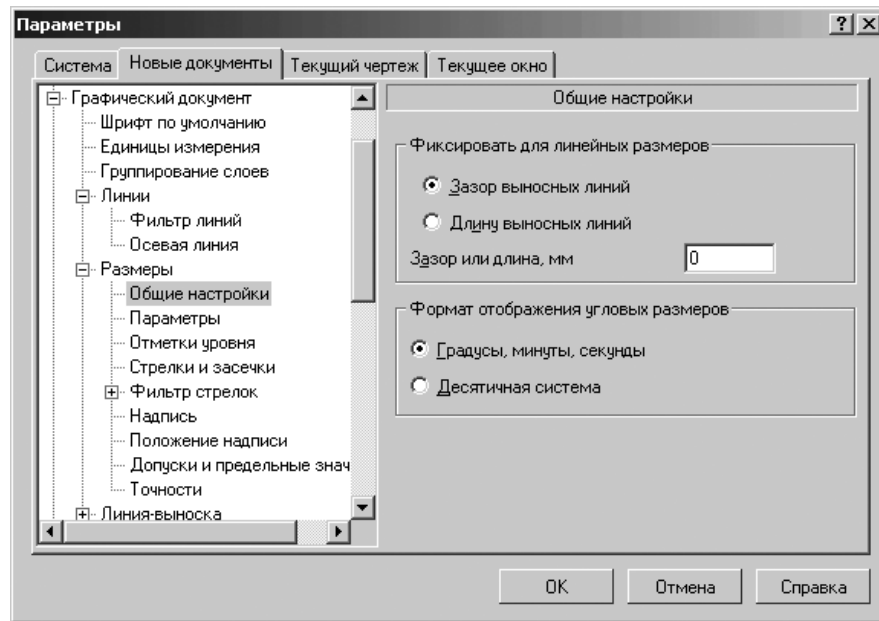

Рис. 10.23. Диалоговое окно **Параметры** с открытой вкладкой **Новые документы** и панелью **Общие настройки**
- щелкните в списке настраиваемых элементов **Размеры** по пункту **Общие настройки**. В правой части появится панель **Общие настройки**, показанная на рис. 10.23;